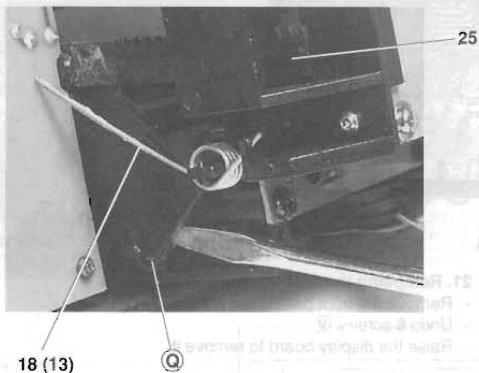

Fig. 19
- Cassettentürführungen @ (Fig. 19) aushängen und die Tür vorsichtig nach vorne herausnehmen.
- Detach the guides of the cassette compartment lid @ (Fig. 19) and take it out carefully towards the front.